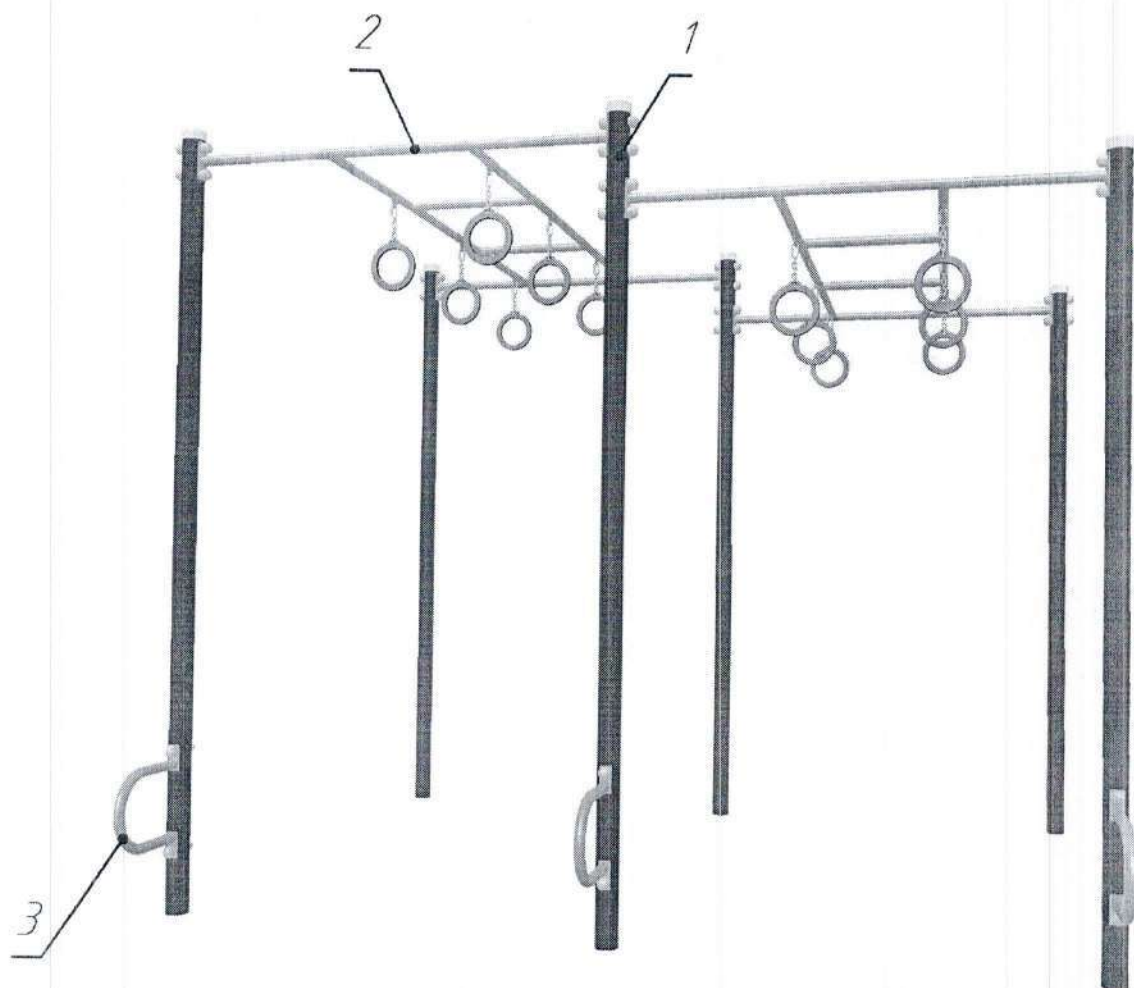

Рис.1 Общий вид Рукохода с кольцами двойного РТР 729D
4.1. Рукоход с кольцами двойной РТР 729D (см. рис.1) состоит из шести столбов **1**, на которых на разных уровнях закреплены два рукохода с кольцами **2**, а также три подножки **3**.